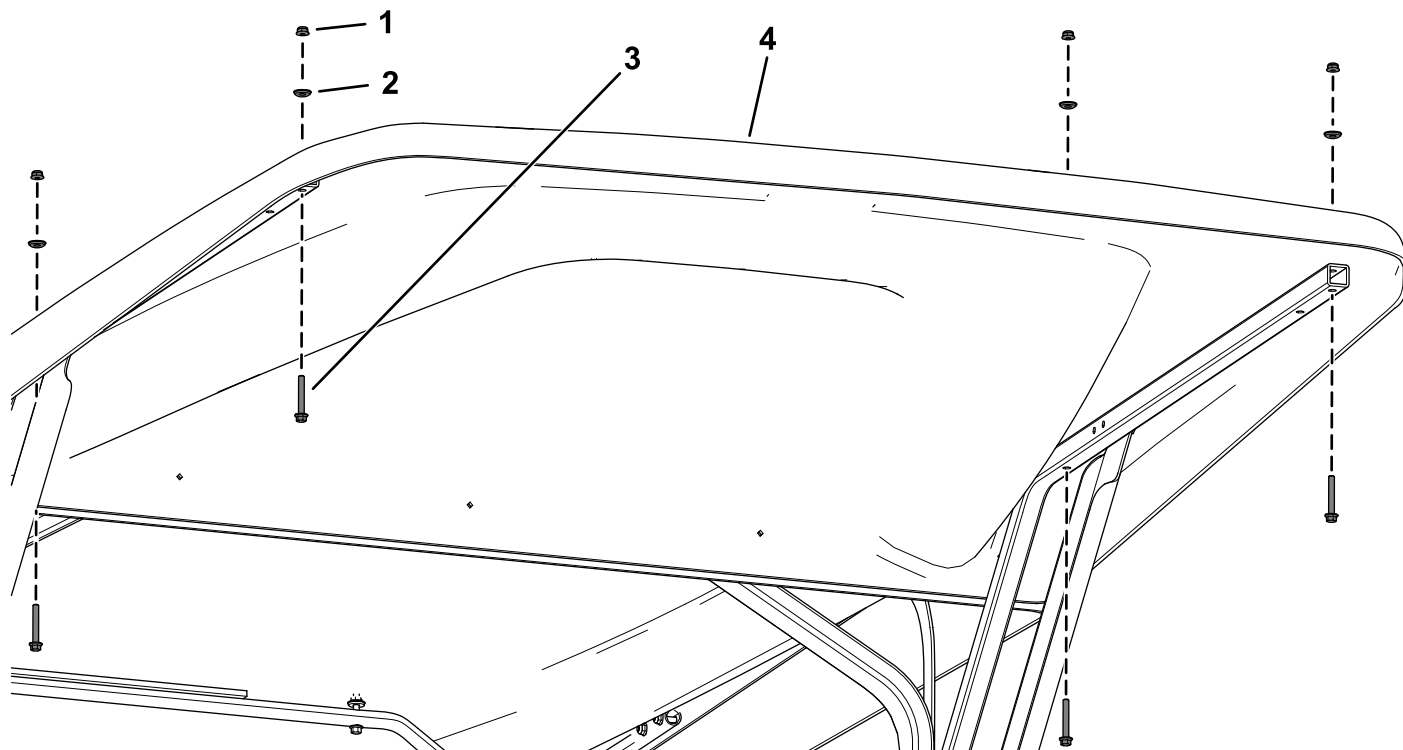

图5
2. 如图5所示用4个凸缘头螺栓 $\frac{1}{4} \times 1\frac{3}{4}$ 英寸、4个密封垫圈和4个锁紧螺母 $\frac{1}{4}$ 英寸固定顶篷延长件。